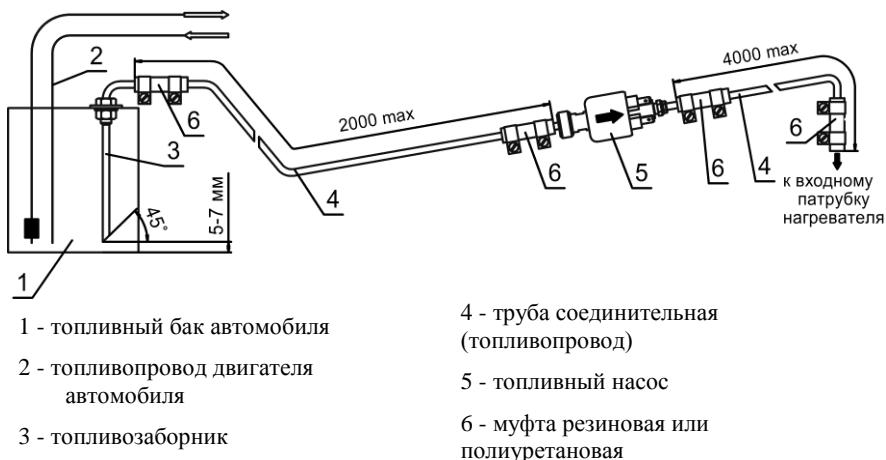

Рис. 7.6 - Схема присоединения топливопровода к узлам подогревателя
- При монтаже топливопровода от топливозаборника до нагревателя необходимо руководствоваться рис. 7.6.